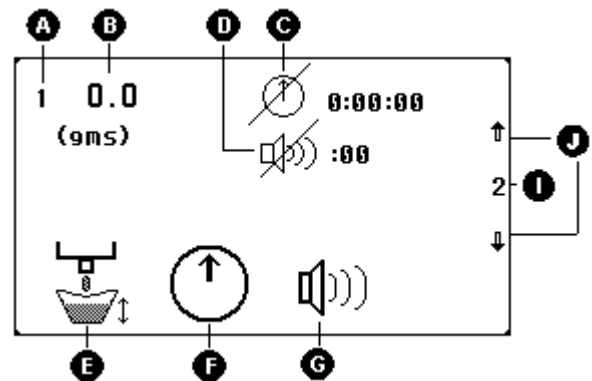

Figura 15: Pantalla de tamaño de disparo y temporizador de purga (M2)
- C Configuración del temporizador de purga (en OFF en la Figura 15).